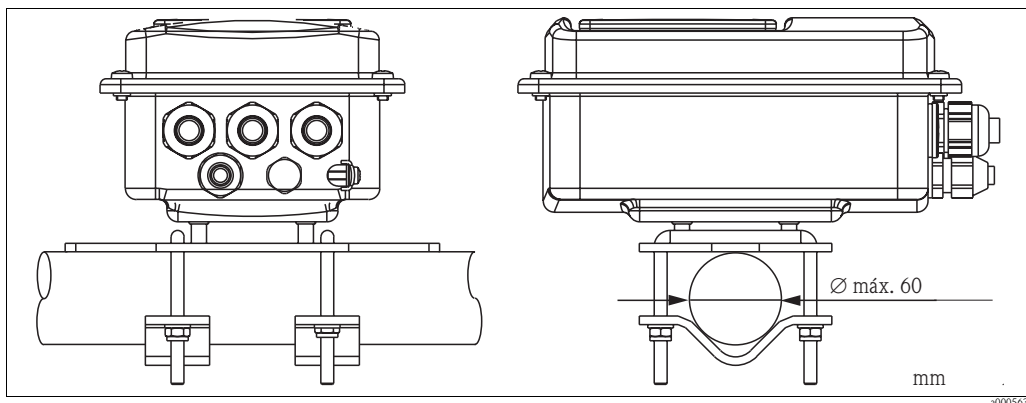

Fig. 16: Montaje en barra del CLD134 de versión separada
3. Utilice los apliques de fijación para instalar el Smartec S en una barra o tubería (Fig. 16).